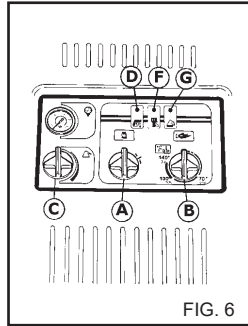

FIG. 6
Regolare la manopola del termostato "B" (fig. 6) sulla posizione vapore.
**Alla fine dell'utilizzo della "Fase Vapore", ruotare la manopola del termostato "B" sulla posizione "O" (fig.6), lasciare raffreddare l'apparecchio per circa 3 minuti con la pistola aperta.**